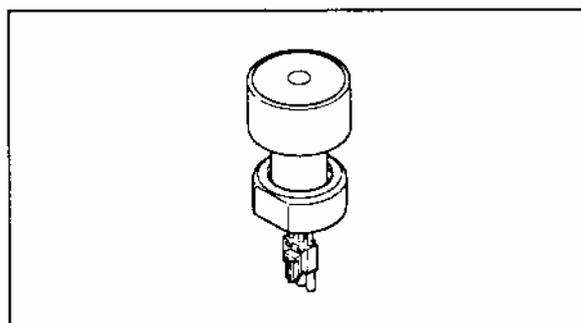

Рисунок 3-5. Не взрывозащищенный чистящий элемент
- (1) Чтобы снять неисправный ультразвуковой чистящий элемент, открутите винт, удерживающий этот чистящий элемент, чтобы с разъема винта можно было снять держатель чистящего элемента. Вынимайте чистящий элемент, пока не появится разъем, и отсоедините разъем провода вибратора от разъема стороны держателя. Смотрите Рисунок 3-5.